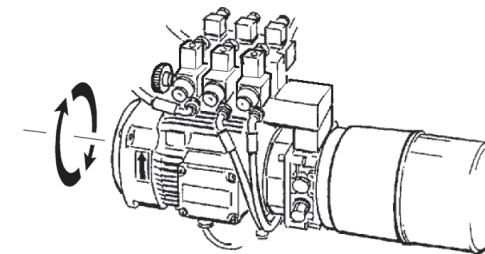

fig.19
- » Effettuato il collegamento, e con la macchina inserita, verificare il corretto senso di rotazione: la direzione di rotazione deve corrispondere a quella indicata dalla freccia sul motore della centralina (v. fig.19).
- » When the machine is connected, switch it on and check the correct direction of rotation: this should be as shown by the arrow on the motor unit (see fig. 19).
- » Après avoir branché, et avec l'appareil enfoncé, vérifier le correct sens de rotation: le sens de rotation doit correspondre à celui indiqué par la flèche sur le moteur du coffre (v. fig. 19).
- » Nach Beendigung der Anschlußoperationen und bei laufendem Gerät die richtige Drehrichtung überprüfen: die Drehrichtung muß der mit einem Pfeil auf dem Motorkörper angegebenen entsprechen (Abb. 19).
- » Efectuada la conexión y manteniendo la máquina conectada, comprobar que el sentido de rotación sea correcto: debería corresponder al sentido indicado por la flecha colocada sobre el motor de la central (véase Fig. 19).